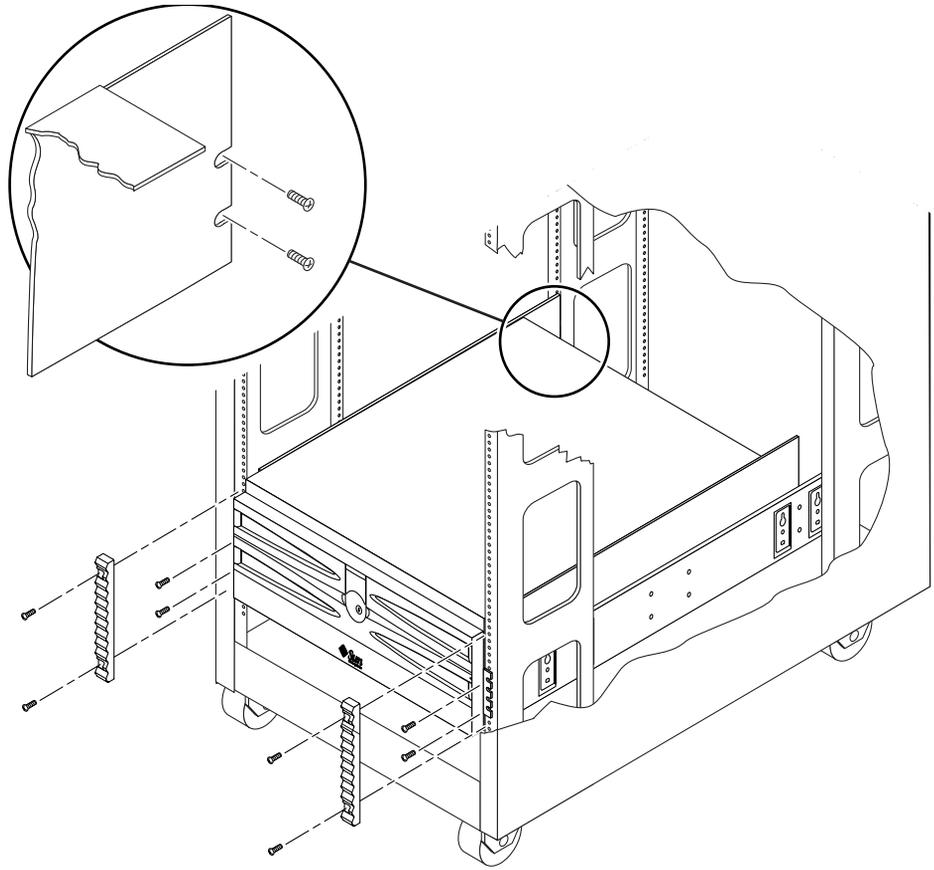

图7 将连接插槽和连接装饰带的螺丝安装到机箱
6. 在专用的孔中插入并拧紧两个 10-32 x 1/2 英寸螺丝以将插槽的背面连接到机箱背面的机架（图7）。
7. 插入并拧紧将插槽正面固定到机箱正面装配机架的两个 10-32 x 1/2 英寸螺丝（图7）。